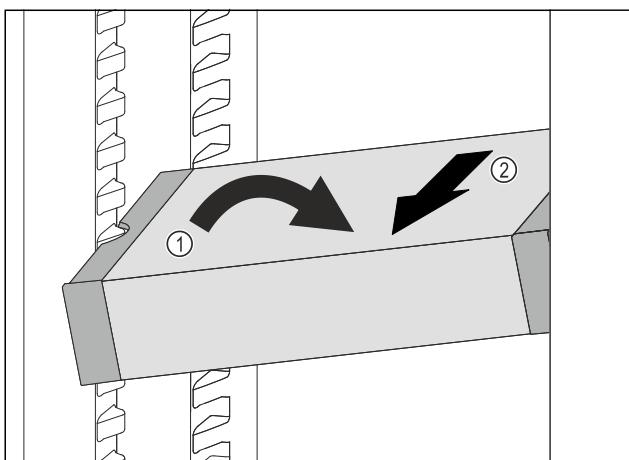

Fig. 119
- Predal VarioSafe postavite v hladilnik postrani. Fig. 119 (1)
- Predal VarioSafe izvlecite v smeri naprej. Fig. 119 (2)